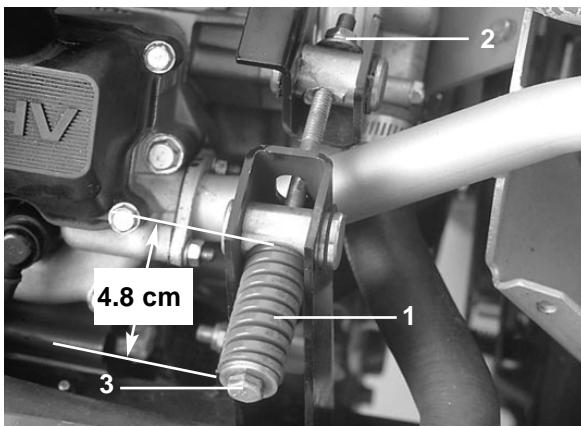
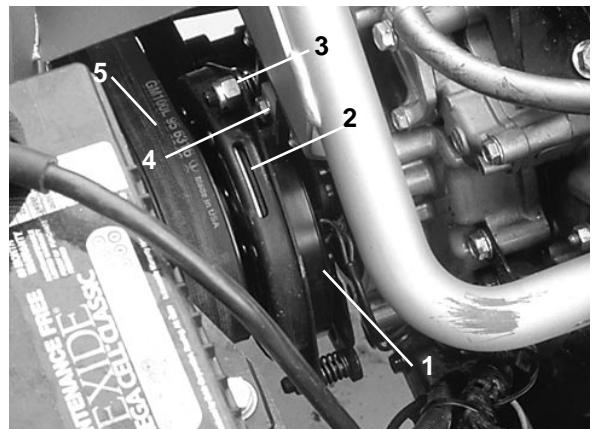

Bild 26
Bild 27
2. Die Klemmutter am Spanngestänge (Bild 26) lockern.
- Die Klemmutter am Spanngestänge (Bild 26) lockern.
- Die Riemenspannfeder (Bild 26) lösen.
- Die ZWA-Riemscheibe in Richtung Motor drehen, und den Riemen entfernen (Bild 27).
- Die Klemmutter (Bild 27) festziehen, und die Motorhaube schließen.
- Die Schraube und Mutter entfernen, mit denen der Nylonblock befestigt wird; dann den Nylonblock entfernen (Bild 27).
- 0,38 mm Luftabstand (3)
- Einstellmutter (3)
- Den Luftabstand so einstellen, daß eine 0,38 mm Führerlehre mit leichtem Druck zwischen dem Kupplungsfutter und der Reibplatte (Bild 27) eingeführt werden kann. Der Abstand lässt sich durch Drehen der Einstellmutter im Uhrzeigersinn (Bild 26) reduzieren.